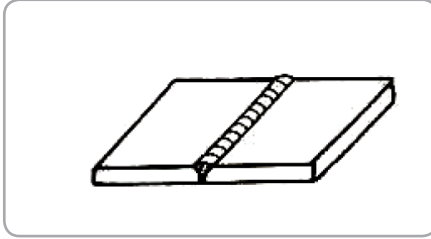

Fig.12
- Îmbinările sudate cap la cap. Fig 12